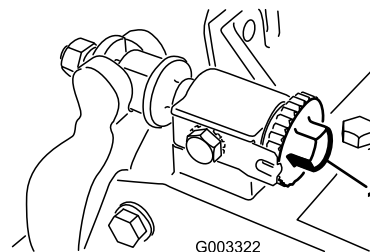

Figure 11
- Placez le plateau de coupe sur une surface de travail plane et horizontale. Tournez les vis de réglage de la barre d'appui dans le sens antihoraire pour vérifier qu'elle ne touche pas le cylindre (Figure 11).